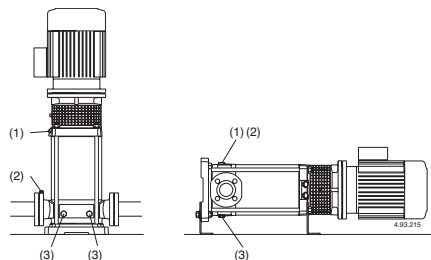

Fig. 4 (1) Remplissage et évent
Avec la **pompe au dessus du niveau de l'eau** (fonctionnement en aspiration, **fig. 3A**) ou avec un niveau d'eau en charge non suffisant (inférieur à 1 m) pour ouvrir le clapet de non-retour, remplir le tuyau d'aspiration et la pompe à travers du trou approprié (1) (**fig. 4**).
(2) Event aspiration
(3) Vidange
Avec le **niveau d'eau côté aspiration sur la pompe** (fonctionnement en charge, **fig. 3B**), remplir la pompe en ouvrant lentement et complètement la vanne sur le tuyau d'arrivée, en tenant ouverte la vanne de refoulement et les bouchons (1), (2) (**fig. 4**) pour purger l'air.
Serrer les bouchons d'évent (1), (2) (**fig. 4**), pour MXV-B, MXV(L) 25-32-40 et MXV(L)4 25-32-40 serrer la vis-épingle (14.17) dans le bouchon de vidange (14.12) (**fig. 4b**) et fermer l'évent (14.04).
Si l'on constate une perte d'amorçage (interruption du flux au refoulement, bien que les vannes soient ouvertes) ou si l'on note une oscillation de la pression indiquée par le manomètre, repurger le tuyau d'aspiration (2), vérifier que tous les joints du tuyau d'aspiration soient parfaitement étanches et fermer les bouchons de purge (2) et les bouchons de vidange (3) sur l'aspiration (**fig. 4**).
Si possible comme dans le cas d'utilisations temporaires avec des liquides sales, faire fonctionner la pompe avec de l'eau propre pour éliminer les dépôts. Préférer le rinçage immédiat de la pompe avec de l'eau propre (environ 40 litres), remplir par le bouchon (1) sur le refoulement et vidanger par le bouchon (3) sur l'aspiration (fig. 4.).
Avant le désassemblage, fermer les vannes d'aspiration et de refoulement et vider le corps de pompe (fig. 4).